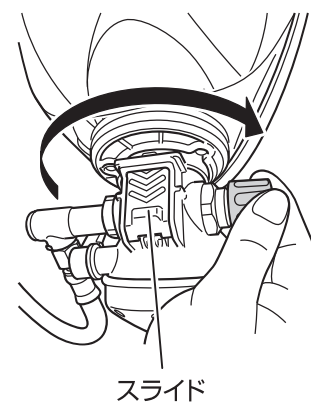

図 17 90° 回転した状態
3. プレッシャデマンド弁を面体接続部にまっすぐに押し当てた状態で、図 17 のように約 90° 回転させる。